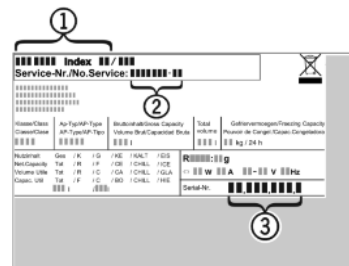

Fig. 3
- ▶ Informare il servizio di assistenza e comunicare il difetto, la denominazione dell'apparecchio *Fig. 3 (1)*, il n° assistenza *Fig. 3 (2)* e il n° di serie *Fig. 3 (3)*.